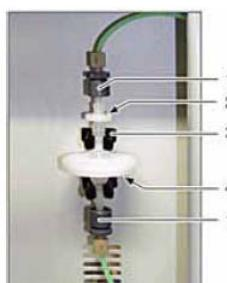

图79 水捕集器（IL550 TOC-TN 和带TIC模块的IL530）
根据样品组，6个月后按下列步骤更换水捕集器（图79）：
**注意：**较大的水捕集器（TC预滤器）中的“INLET”必须朝下，而较小的水捕集（单向止水过滤器）的红色文字必须朝上（图79）。